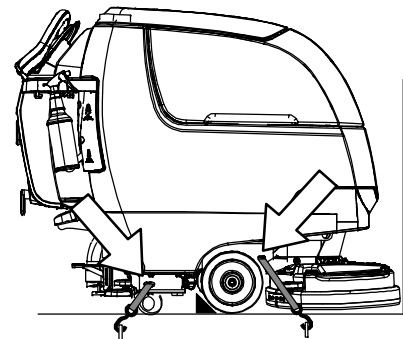

РИС. 132
3. При загрузке располагайте перед машины по направлению против передней части прицепа или грузовика. Опустите чистящую головку, поверните ключ в положение Выкл. и поставьте на стояночный тормоз, если он имеется (Рисунок 132).
4. Подложите под каждое заднее колесо блокирующее устройство (башмак) (Рисунок 132).
5. Закрепите машину с помощью швартовочных ремней, прикрепляемых к местам швартовки по обеим сторонам рамы машины (Рисунок 132). Может потребоваться установить на пол вашего прицепа или грузовика швартовочные кронштейны.